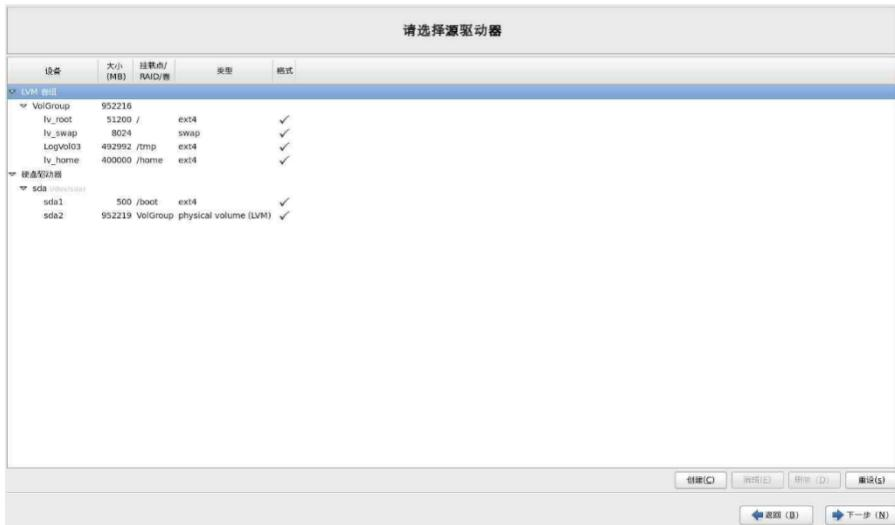

图 6-62
- w. 恭喜，Centos 6.4 安装完成。如图 6-62 所示。